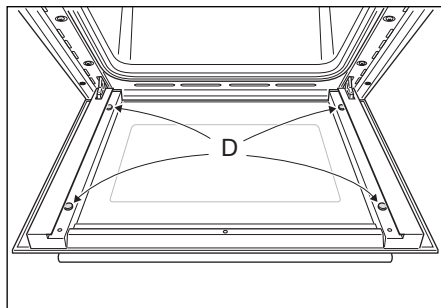

Fig. 43a
- Vérifiez que les quatre patins en caoutchouc sont en place (« D » sur la Fig. 43a).